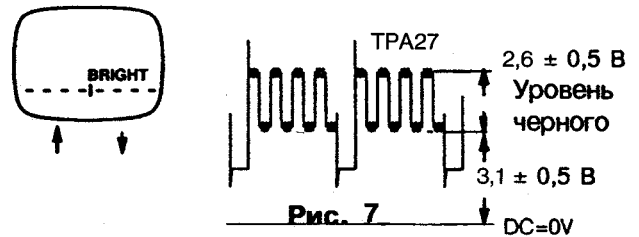

Рис. 7
5. Отрегулируйте яркость регулятором подстройки яркости, нажимая кнопки увеличения или уменьшения громкости, как это показано на **рис. 7**:
6. Отрегулируйте регулятор подстройки цветности, нажимая кнопки увеличения или уменьшения громкости, как это показано на **рис. 7**: